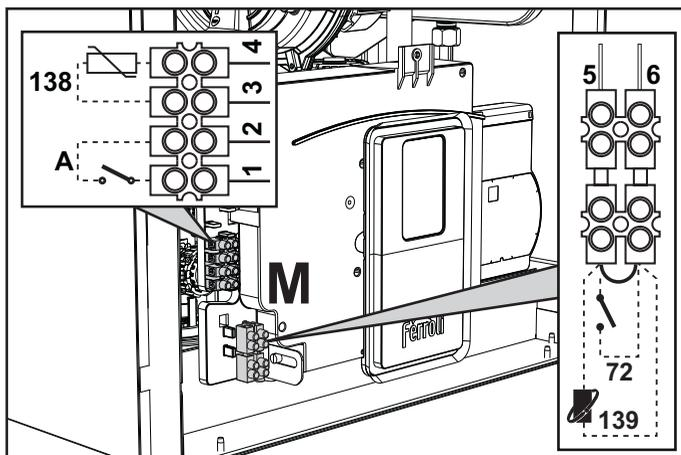
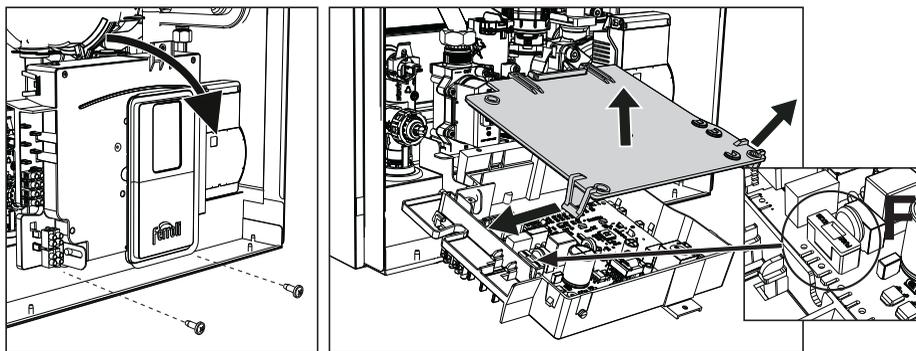

fig. 28
fig. 29
Dopo aver tolto il pannello frontale (sez. "Apertura del pannello frontale" a pag. 39) è possibile accedere alle morsettiere (M) e al fusibile (F) seguendo le indicazioni descritte di seguito (fig. 28 e fig. 29). I morsetti indicati nella fig. 28 devono essere a contatti puliti (non 230V). La disposizione dei morsetti per i diversi allacciamenti è riportata anche nello schema elettrico alla fig. 67.
Configurazione Interruttore ON/OFF (A fig. 28)